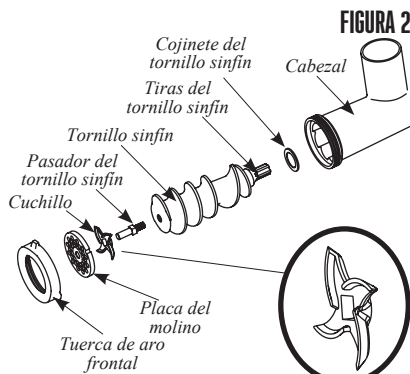

FIGURA 2
3. Inserte el tornillo sinfín, con el cojinete del tornillo sinfín colocado, dentro del cabezal (**FIGURA 2**). Alinee las tiras del tornillo sinfín con el eje de transmisión del molino.
4. Coloque el cuchillo en el extremo cuadrado del perno del tornillo sinfín (**FIGURA 2**). Asegúrese de que las navajas de la cuchilla miran hacia afuera.